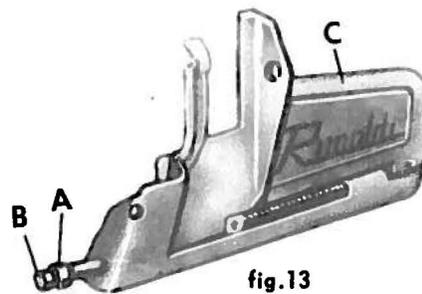

fig.13
f) Regolazione dello sportello anteriore (fig. 13)